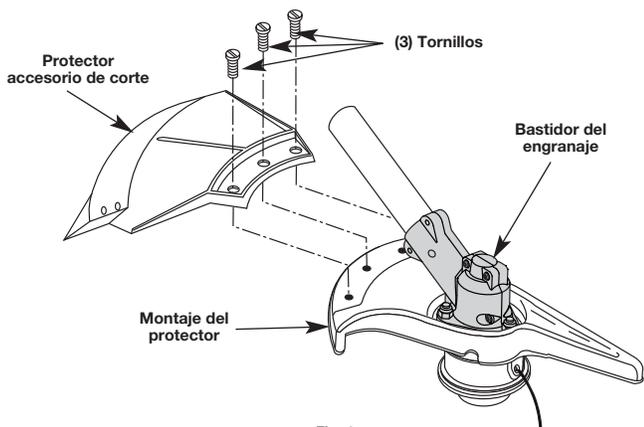

Fig. 4
Saque el protector accesorio de corte del montaje del protector retirando los tres (3) tornillos con un destornillador de vástago plano (Fig. 4). Guarde las piezas para usarlas en el futuro.
Instale el protector accesorio de corte en el montaje del protector insertando 3 tornillos en el montaje del protector. Ajuste bien con un destornillador de vástago plano (Fig. 4).